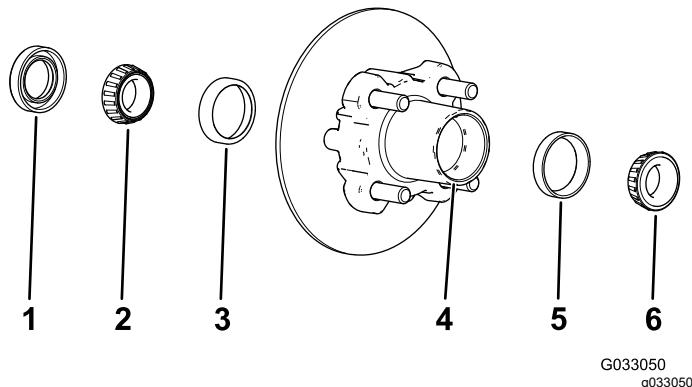

Figura 25
1. Retire el cojinete exterior y el anillo de rodadura del cubo (Figura 25).
2. Retire la junta y el cojinete interior del cubo (Figura 25).
5. Limpie el hueco del cubo para eliminar cualquier resto de grasa, suciedad y residuos (Figura 25).
7. Llene el hueco del cubo hasta un 50 a 80% de su capacidad con la grasa especificada (Figura 25).
8. Monte el cojinete interior sobre el anillo en el lado interior del cubo e instale la junta (Figura 25).